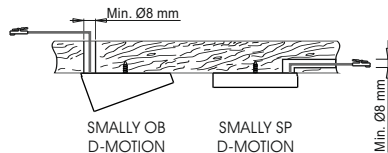

Fig 7
- If necessary, bore a $\varnothing \geq 8\text{mm}$ exit hole for the power supply cable as illustrated in figure 7.
- Für den Austritt des Netzkabels ggf. eine Bohrung mit $\varnothing \geq 8$ mm ausführen (siehe Abb. 7).
- Si besoin, pratiquer pour la sortie du câble d'alimentation un trou de $\varnothing \geq 8\text{mm}$, comme indiqué sur la figure 7.